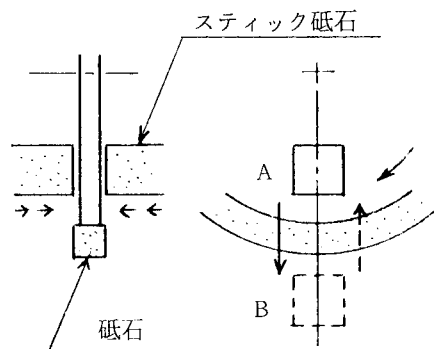

図2-11
- ・スティック砥石の切込みは図2-11に示すAの位置で行い、Bの位置では切込みを行わないようにする。